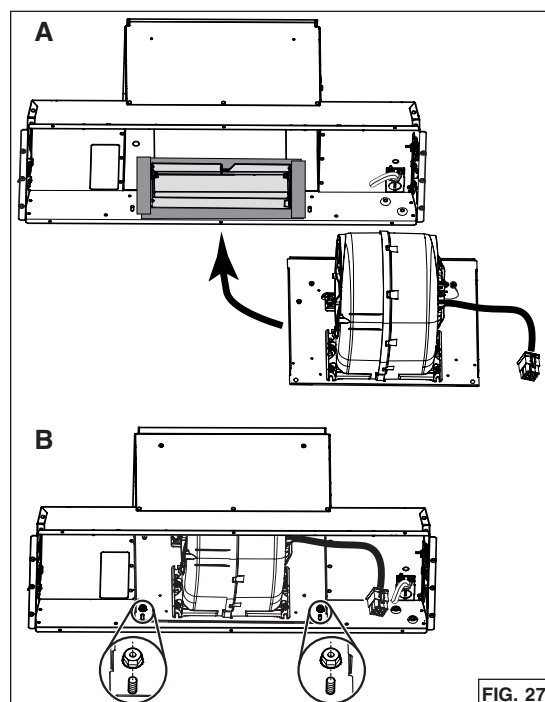

FIG. 27
5. Insérer le ventilateur avec sa plaque à l'intérieur de la hotte, à l'endroit où se trouvait la plaque arrière (A). Fixer la plaque à la hotte avec les 2 écrous retirés précédemment à l'étape 7 en page 9 (B) (FIG. 27).